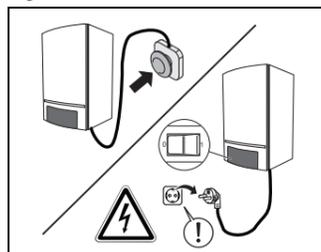

Fig. 2
- Neem de cv-ketel uit bedrijf (→ fig. 2).